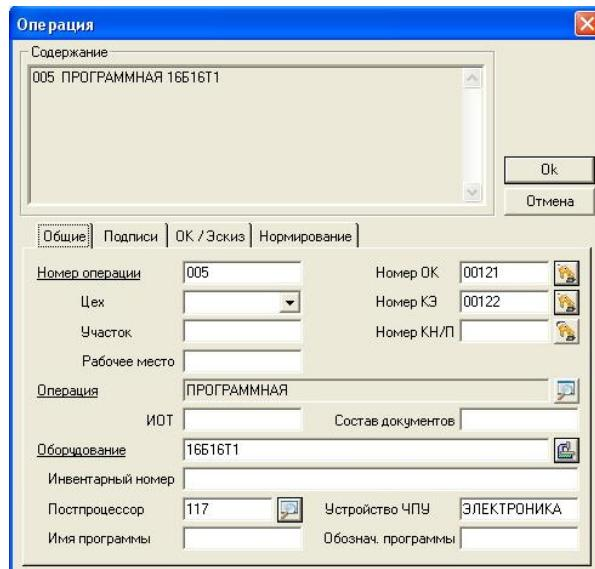

Рис. 9. Выбор оборудования
1. Нажмите кнопку “Станок”  во вкладке “Операция” (рис. 9).